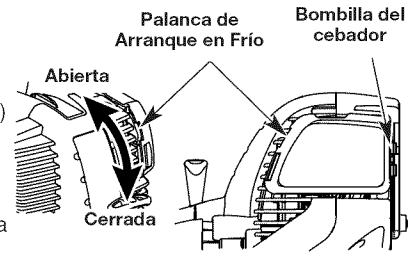

Fig. 11
SI ESTÁ FRÍO... Para funcionamiento en tiempo de frío (por debajo de 40°F), gire la palanca de arranque para tiempo frío (Fig. 11) hacia abajo hasta la posición de arranque/ cerrada y continúe al paso 3. NO gire esta palanca hacia abajo si la temperatura está por encima de 40°F.
3. Oprima completamente y libere la pera del cebador 10 veces, lentamente. Deberá verse alguna cantidad de combustible en la pera del cebador (Fig. 11). Si no puede ver combustible en la pera, oprima y suelte la pera tantas veces como sea necesario hasta que vea combustible en la misma.